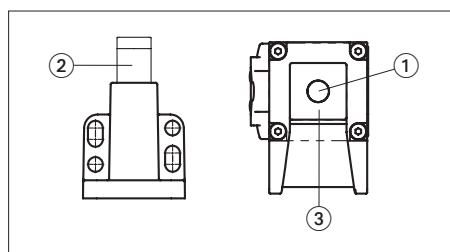

Figura 1: Cabeza de lectura y actuador
La cabeza de lectura tiene un expulsador (1) que eleva el actuador por encima del alojamiento cuando está desbloqueado (véase la Figura 1). El actuador tiene un perno de bloqueo asentado de manera flexible (2) en el que hay un transponder. El bloqueo se activa cuando el expulsador está introducido y el perno de bloqueo se encuentra en el alojamiento (3) de la cabeza de lectura.